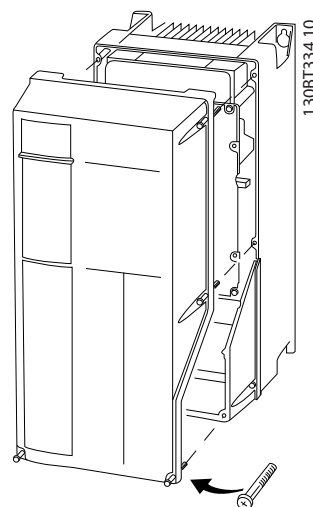

Bild 2.13 Åtkomst till styrkablar för A4-, A5-, B1-, B2-, C1- och C2-kapslingar
- Du kan också ta bort frontplåten genom att lossa skruvarna. Se *Bild 2.13*.